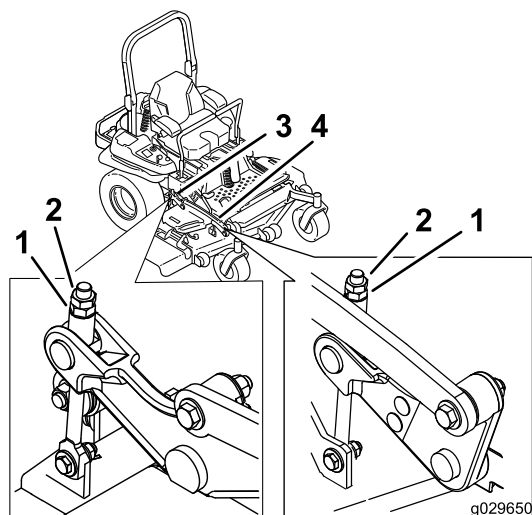

Figure 97
11. Ajustez précisément la vis de réglage en la tournant jusqu'à obtention d'une hauteur de 7,6 cm (3 po) (Figure 97).
17. Ajustez précisément la vis de réglage en la tournant jusqu'à obtention d'une hauteur de 8,3 mm (3¼ po) (Figure 97).